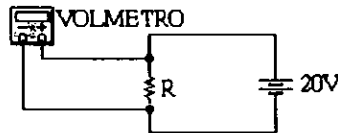

FIGURA 9
- Forma de conexión. En la figura 9 se muestra un diagrama para la conexión, las dos terminales se conectan a los puntos entre los cuales ha de medirse la diferencia de potencial (la conexión es el paralelo).
- Con el circuito de la figura 9 realice las mediciones de voltaje y registre sus lectura en la tabla I.